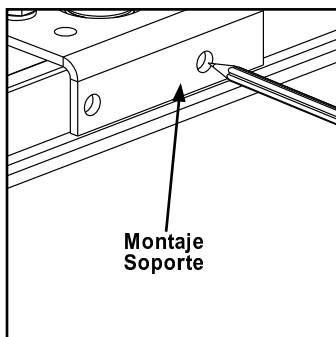

Figura 3-36
- Paso 1. Use soporte de montaje de riel como plantilla para marcar el Riel. Vea Figura 3-36